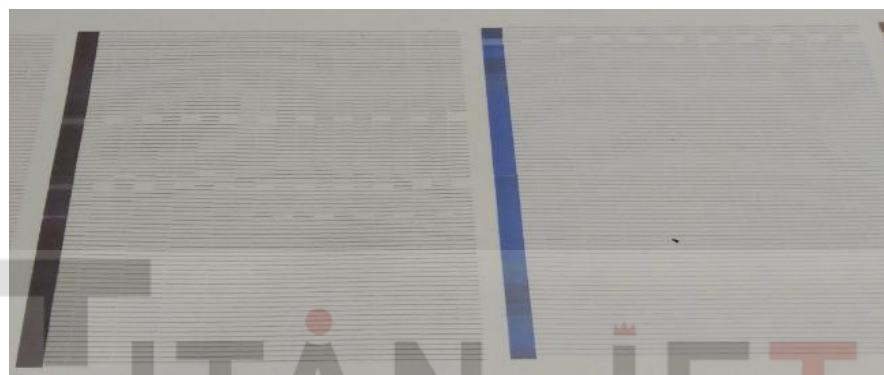

图 5.8 喷头欠佳时的测试条
4.2、如果打印出来的“测试条”存在断线，说明喷头的状态不行，这时我们要停止一下，选择“清洗”清洗一下喷头，再测试一下，如图 5.8 所示。